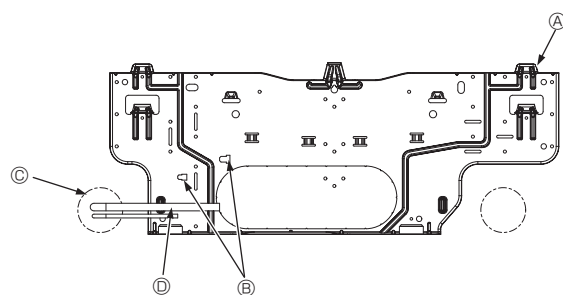

Fig. 3-5
- Ⓣ Vis de fixation (4 × 25) ②
- ⓕ Planche d'installation ①
3.3. Lors de l'insertion des tuyaux dans le mur (Fig. 3-5)
- Ⓐ Planche d'installation ①